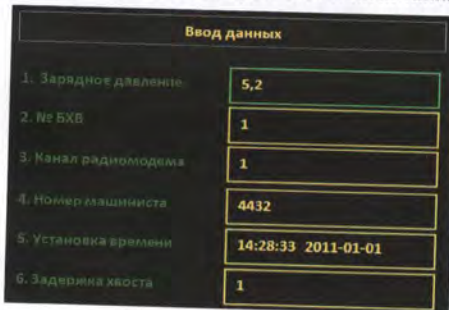

Рис. 15. Режим ввода данных (отображает наименование и величину вводимого параметра)
- ввода данных (рис. 15). Блок индикации и ввода отображает наименование вводимого параметра и его величину. Выбирается вводимый параметр стрелками вверх/вниз. После выбора нужного параметра следует нажать «Ок», а затем с помощью цифр ввести значение и повторно нажать «Ок». С помощью блока индикации и ввода вводятся зарядное (поездное) давление (вводится только при полной разрядке уравнительного резервуара), идентификация машиниста, текущие дата и время, параметры работы системы РУТП;